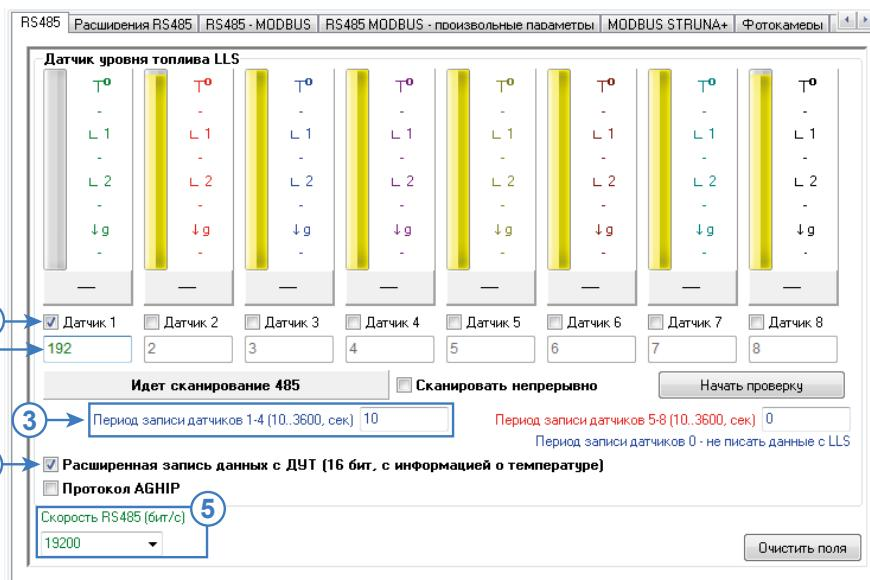

Рис.35. Настройка шины RS-485 контроллера «АвтоГРАФ» для подключения датчиков «TKAM» по протоколу LLS.
- включите опцию «Датчик 1» (Рис.35, п.1). Данная настройка разрешает контроллеру опрос датчика, адрес которого задан в поле Датчика 1. Также при такой настройке показания этого датчика будут записаны в контроллер, как показания LLS1;
- задайте адрес подключаемого датчика угла наклона в поле Датчика 1 (**Рис.35, п.2**). Т.к. адреса датчиков LLS задаются в настройках контроллера «АвтоГРАФ» в десятичном формате, то адрес датчика «TKAM» (в HEX) нужно преобразовать в десятичный формат. Например, адрес C0 (в HEX) будет 192 в десятичном формате.
- в поле «Период записи датчиков 1-4» задайте интервал записи показаний датчика угла наклона в память контроллера (**Рис.35, п.3**). Данная настройка относится к Датчикам 1-4. Если вы настраиваете Датчики 5-8, то период опроса этих датчиков необходимо задавать в поле «Период записи датчиков 5-8». Запись показаний датчиков не осуществляется, если задан нулевой период. Диапазон возможных значений периода записи от 10 до 3600 секунд. Период задается в секундах;
- включите опцию «Расширенная запись данных с ДУТ» (**Рис.35, п.4**). При отключенной опции контроллер не будет получать показания температуры с датчиков угла наклона, передающих данные в протоколе LLS;
- в строке «Скорость RS485 (бит/с)» укажите скорость работы шины RS-485 контроллера (**Рис.35, п.5**). Обратите внимание, что такая же скорость должна быть задана во всех устройствах, подключаемых к контроллеру «АвтоГРАФ» по шине RS-485, включая датчики угла наклона «TKAM»;